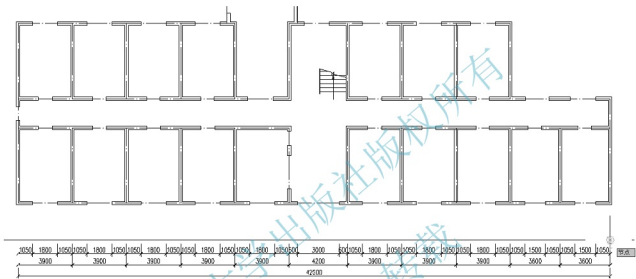

图 3.50 指定第二条尺寸界线原点
(3) 在**指定第二条尺寸界线原点或[放弃(U)/选择(S)] <选择>**:提示下，将光标向右拖动，捕捉如图 3.50 所示的第 12 根轴线的尺寸界线的起点作为第二条尺寸界线原点。